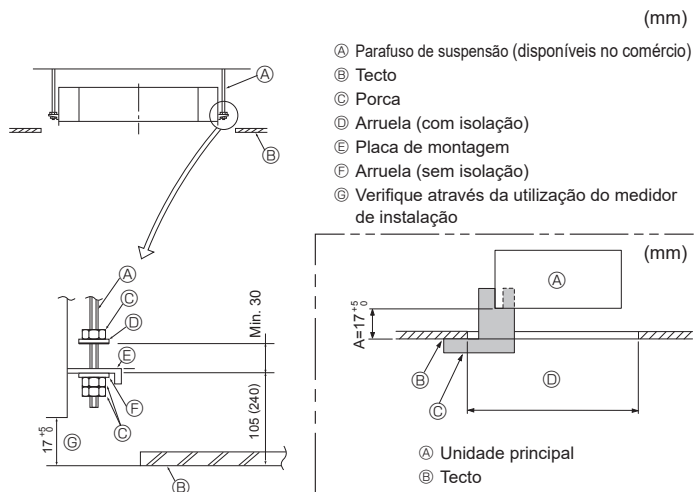

Fig. 3-6
3.6. Processos de suspensão da unidade (Fig. 3-6)